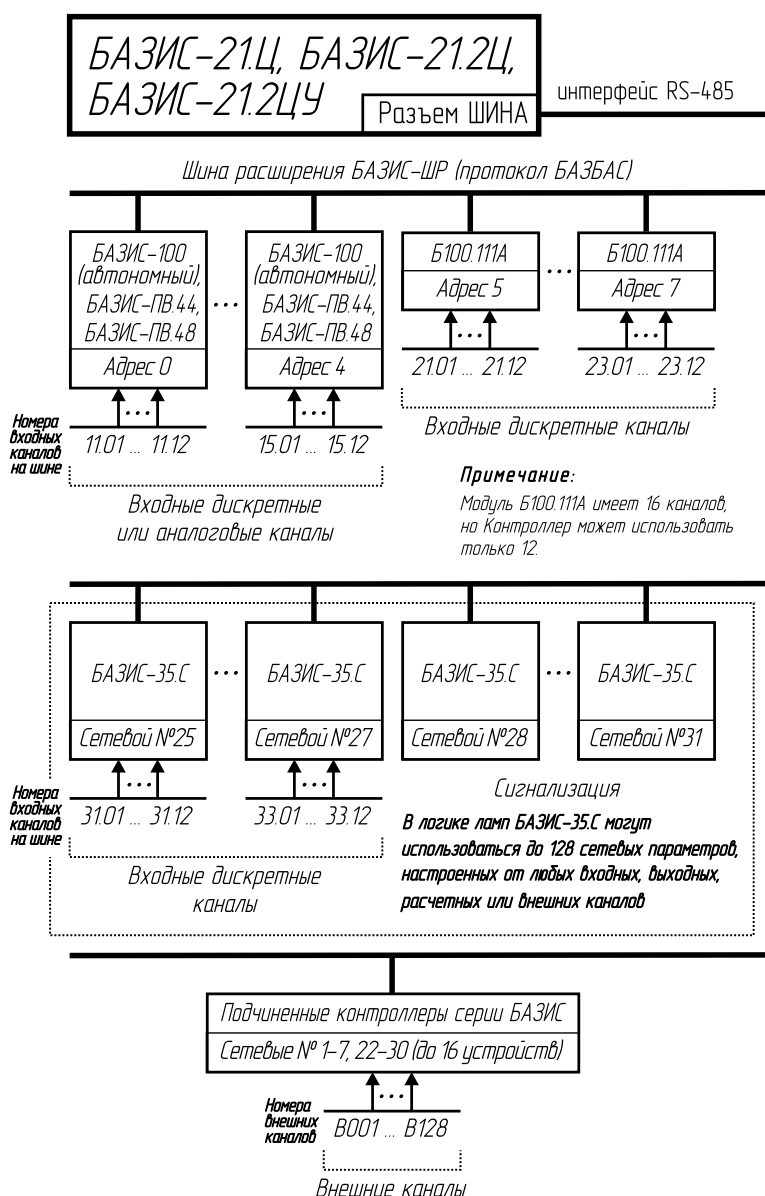

Рис. 2.35. Структурная схема шины расширения БАЗИС-ШР контроллера БАЗИС-21.2ЦУ
- По шине расширения (Рис. 2.35 на с. 52):
По шине расширения (Рис. 2.35):
Для наращивания количества каналов и средств сигнализации или сбора информации на шину расширения по протоколу БАЗБАС (Рис. 2.35 на с. 52) могут подключаться: